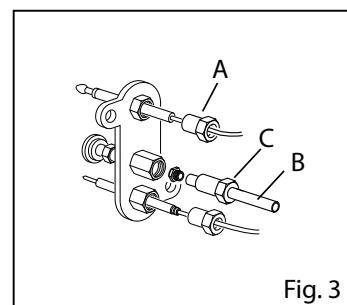

Fig. 3
- Remover o termopar da válvula (Fig. 2/A) e do grupo piloto (Fig. 3/A)
- Soltar o cabo de alta tensão da vela de ignição (Fig. 3/B)
- Soltar a porca (Fig. 3/C)
- Conectar o cabo de alta tensão (Fig. 3/B)